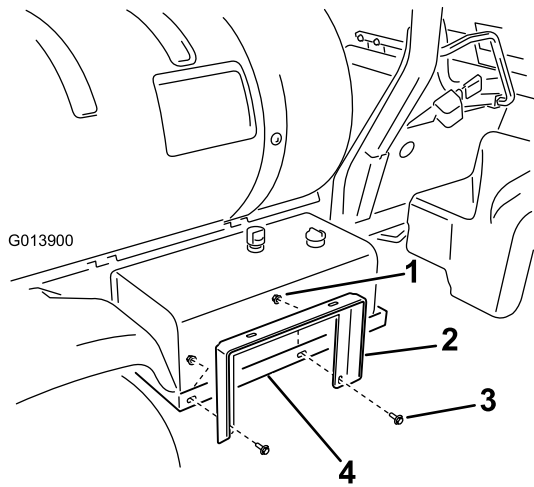

图8
1. 用2个凸缘头螺栓(3/8 x 1英寸)和2个凸缘螺母(3/8英寸)将软管卷支座安装到液压油箱支架(图8)上。出于随后调整考虑,不要完全旋紧螺母。
3. 使用2个凸缘头螺栓 (3/8 x 1 英寸) 和2个凸缘螺母 (3/8 英寸) 将软管卷支座安装到软管卷箍带 (图8) 上。